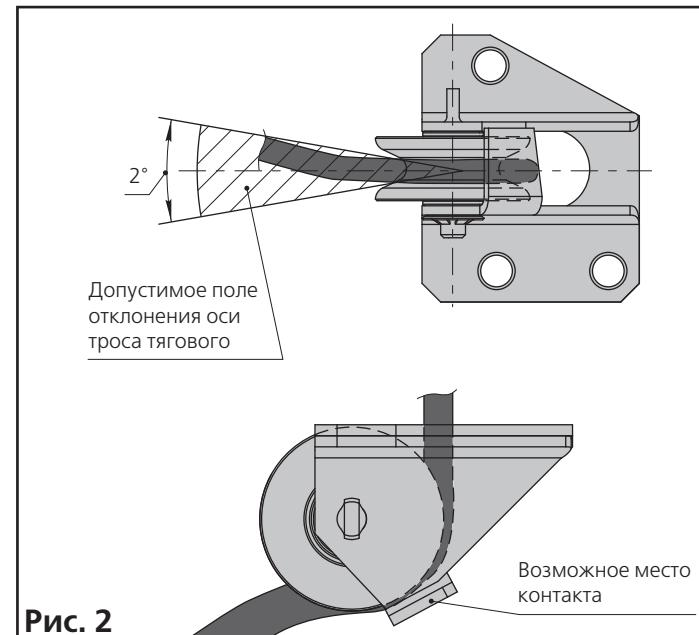

Рис. 2
- Из-за неправильного расположения кромки двери, угол схода троса тягового с ролика переднего может быть чрезмерно большим, что приводит к повышенному истиранию троса тягового о кромки ролика переднего (рис. 2).
- Неправильная регулировка двери может привести к трению троса тягового о предохранительный ус ролика переднего (рис. 2).